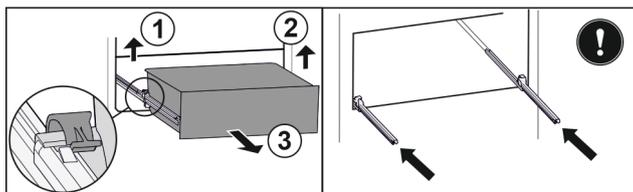

Fig. 101
- ▶ Повдигнете лявата скоба и едновременно с това изтеглете напред чекмеджето отляво. Fig. 101 (1)
- ▶ Повдигнете дясната скоба и едновременно с това изтеглете напред чекмеджето отдясно. Fig. 101 (2)
- ▶ Извадете чекмеджето напред. Fig. 101 (3)